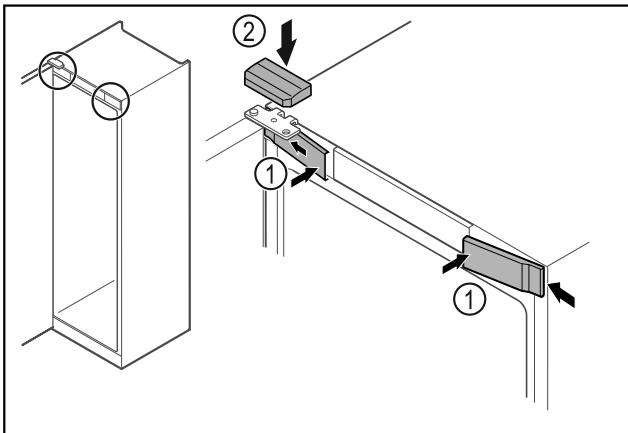

Fig. 63
- Bočno zakvačite prednje poklopce Fig. 63 (1) i uglavite ih.
- Uglavite gornji poklopac Fig. 63 (2) odozgo.